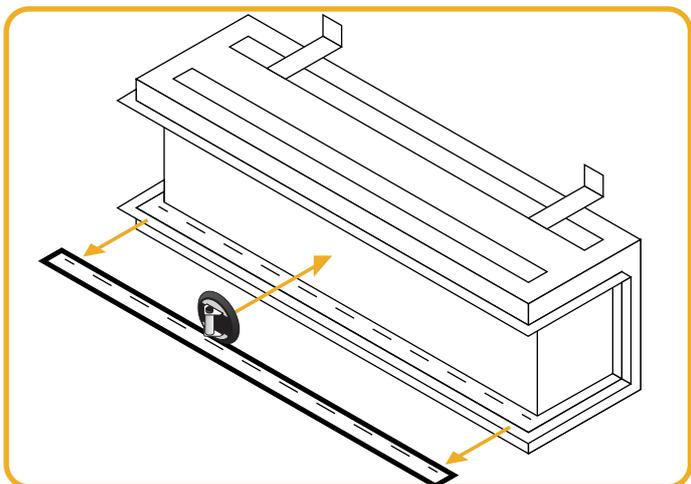

Figure.9.2 | Retirer la deuxième bande de retenue en verre
- Après avoir retiré les vis, retirez la bande de fixation du verre. Voir figure 9.2.